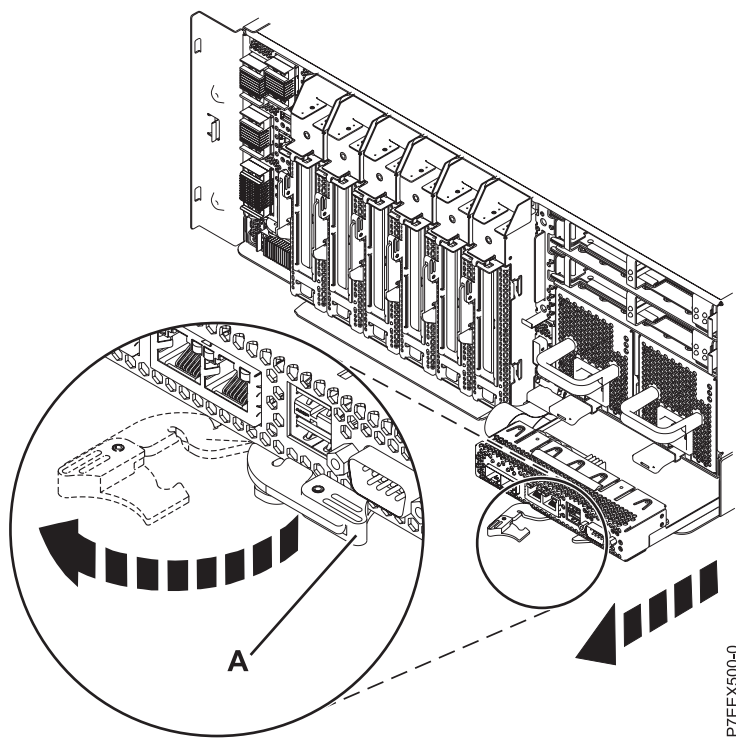

Figura 1. Remover uma placa de multifunções integrada para 8412-EAD, 9117-MMC, 9117-MMD, 9179-MHC, ou 9179-MHD
5. Localize a placa multifunções integrada que deseja remover como apresentado em Figura 1.